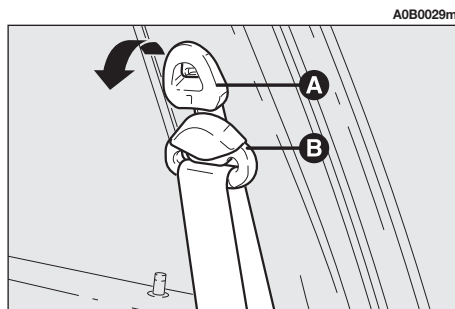
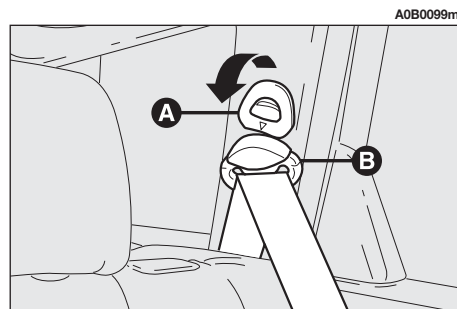

fig. 50
fig. 51
Per compiere la regolazione alzare o abbassare l'impugnatura (A-fig. 50) delle cinture anteriori oppure (A-fig. 51) delle cinture posteriori laterali (solo per versioni Sportwagon) del meccanismo di bloccaggio, spostando contemporaneamente l'anello oscillante (B) nella più idonea delle posizioni consentite.
Dopo la regolazione, verificare sempre che il cursore a cui è fissato l'anello (B) sia bloccato in una delle posizioni predisposte. Esercitare pertanto, con impugnatura (A-fig. 50) oppure (A-fig. 51) rilasciata, un'ulteriore spinta verso il basso per consentire lo scatto del dispositivo di ancoraggio qualora il rilascio non fosse avvenuto in corrispondenza di una delle posizioni stabilite.